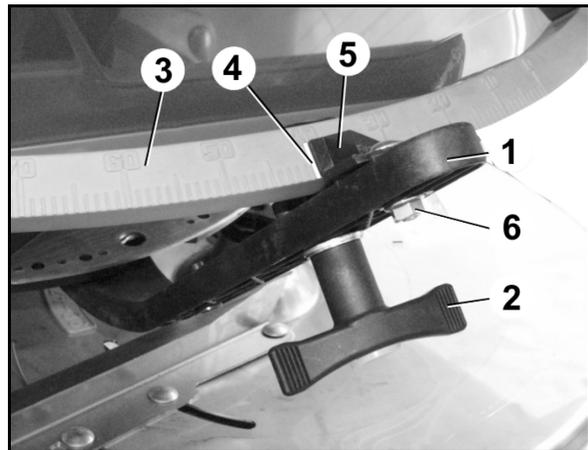

Fig. 95
2. Dosierschieber mittels Stellhebel (Fig. 95/1) öffnen.
4. Stellhebel auf der Skala (Fig. 95/3) bis zum Anschlag an den Bolzen verschwenken.
5. Stellhebel mit Drehgriff (Fig. 95/2) feststellen.
6. Sechskant-Schraube (Fig. 95/6) lösen. Den Zeiger (Fig. 95/5) auf den Skalenwert **8** ausrichten und mit Sechskant-Schraube feststellen. Ablesekante des Zeigers ist (Fig. 95/4).